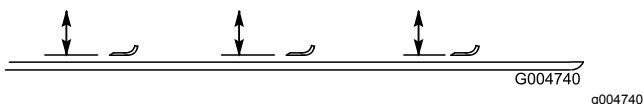

Bild 87
2. Drehen Sie die Messer, bis die Enden nach vorne und hinten zeigen und messen Sie von der Innenseite des Mähwerks bis zur Schnittkante an der Vorderseite des Messers (Bild 87).